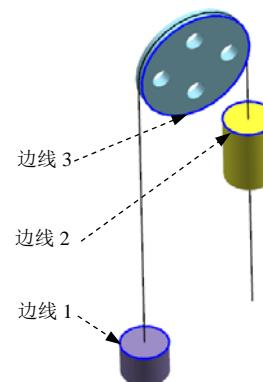

图 5.3.2 定义运动副
Step8. 定义连杆1中的滑动副。选择下拉菜单**插入(⑤)** → **运动副(I)…**命令，系统弹出“运动副”对话框；在“运动副”对话框**定义**选项卡的**类型**下拉列表中选择**滑动副**选项；在模型中选取图5.3.2所示的边线1为参考，系统自动选择连杆、原点及矢量方向；单击**确定**按钮，完成滑动副的定义。
Step9. 定义连杆2中的滑动副。选择下拉菜单**插入(⑤)** → **运动副(I)…**命令，系统弹出“运动副”对话框；在“运动副”对话框**定义**选项卡的**类型**下拉列表中选择**滑动副**选项；在模型中选取图5.3.2所示的边线2为参考，系统自动选择连杆、原点及矢量方向；单击**指定矢量**区域中的反向按钮 $\square$ ，反转滑动副的方向；单击“运动副”对话框中的**驱动**选项卡；在**驱动**区域的**平移**下拉列表中选择**恒定**选项；在**初速度**文本框中输入值10；单击**确定**按钮，完成滑动副的定义。
Step10. 定义连杆 3 中的旋转副。选择下拉菜单 **插入(S)** → **运动副(I)...** 命令，系统弹出“运动副”对话框；在“运动副”对话框 **定义** 选项卡的 **类型** 下拉列表中选择 **旋转副** 选项；在模型中选取图 5.3.2 所示的边线 3 为参考，系统自动选择连杆、原点及矢量方向；单击 **确定** 按钮，完成旋转副的定义。
(1) 选择命令。选择下拉菜单 **插入(S)** → **传动副(E)** → **齿轮齿条副(G)...** 命令，系统弹出“齿轮齿条副”对话框。
(2) 选择运动副驱动。单击“齿轮齿条副”对话框中的 **第一个运动副** 区域下 **\*选择运动副(O)** 按钮，在运动导航器的“Joints”节点下选取滑动副 J002 为第一个运动副；单击 **第二运动副传动** 区域下 **\*选择运动副(O)** 按钮，选取旋转副 J003 为第二个运动副。
(3) 设置传动比率。在 **设置** 区域 **比率(销半径)** 后的文本框中输入值 50，其余参数接受系统默认设置。
(4) 单击 **确定** 按钮，完成“齿轮齿条副”的定义。